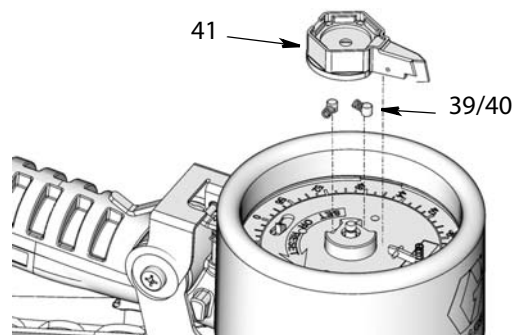

Рис. 27
- Извлеките указатель (41), пружины (39) и штифты (40) (Рис. 27).